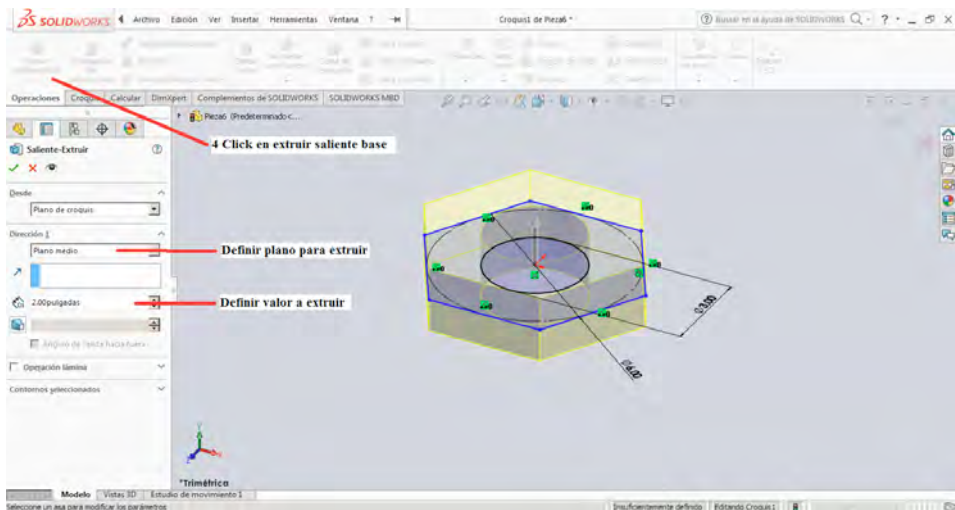

Figura 2-23
4. Posterior a la construcción del croquis se realiza Click sobre la pestaña de operaciones y se selecciona la herramienta **Extruir Saliente Base** y se realiza una extrusión desde plano medio con un valor de 2 pulgadas. Como se muestra en la figura 2-23.